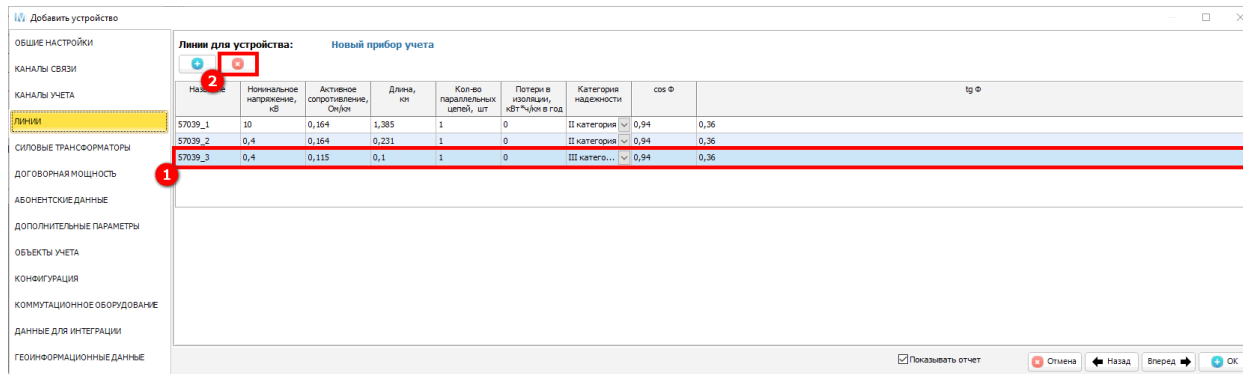

Рисунок 311 – Параметры устройства – Линии – Удаление линии электропередачи
При необходимости можно удалять линии электропередач для конкретного устройства. Для этого с помощью левой кнопки мыши выбираем линию (1) (см. рисунок 311) и нажимаем кнопку удаления (2).